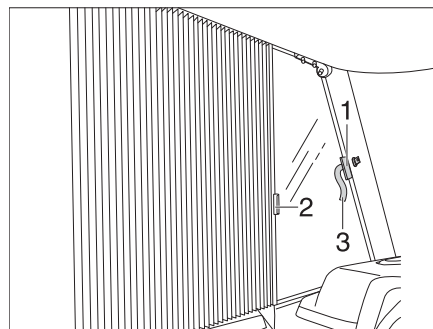

Bild 80 Plisségardiner för ar- och passagerarfönster
- Öppna kardborrbandet på säkringsbandet (Bild 80,3) på båda sidor.
- Ta tag i handtagen (Bild 80,1 och 2) i plisségardinen och dra försiktigt ihop dem tills magnetlåset håller plisségardinen stängd.
- Dra försiktigt tillbaka plisségardinen i handtagen (Bild 80,1 och 2).
- Säkra plisségardinen med kardborrbandet på säkringsbandet (Bild 80,3).